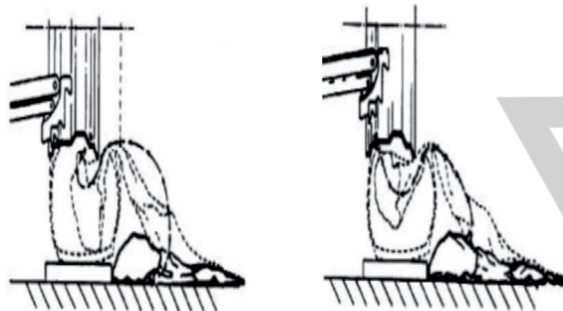

Рис. 15.
-  **ПРИМЕЧАНИЕ:** клапан может располагаться не симметрично относительно обода колеса, установите камеру, как показано на рис. 15. Вставьте клапан в отверстие и зафиксируйте контргайкой.